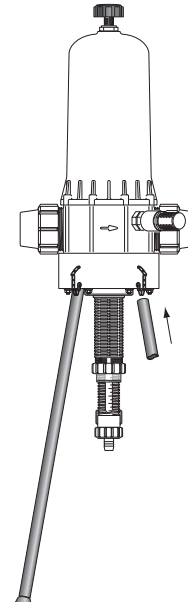

Abb. 1
- Einfügen der Beine in die vorgesehenen Löcher (Abb. 1).